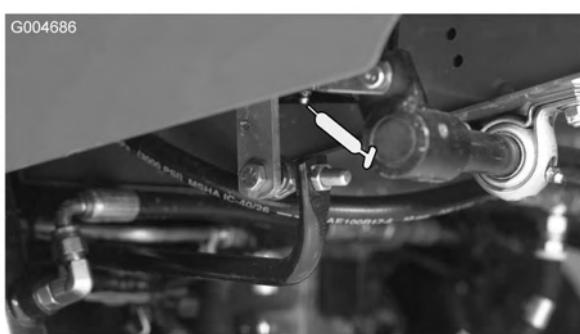

Figure 35
- Bague de pivot de pédale de déplacement (1) (Figure 35)